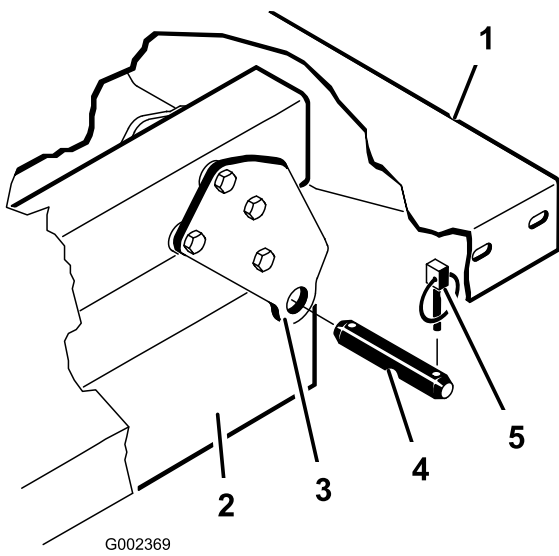

图 4
6. 卸下将货斗枢轴支架固定到机器机架槽上的保险销和柱销**图 4**。